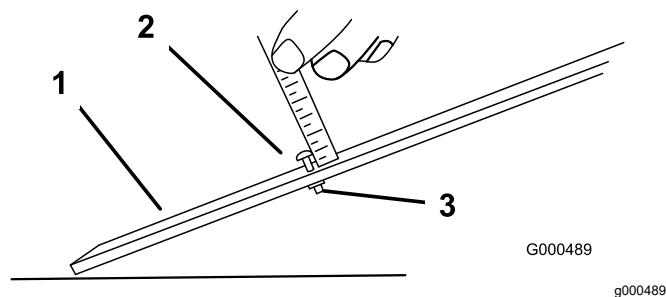

図 13
1. ゲージバーのナットをゆるめ、調整ボルトを希望の刈り高に合わせる 図 13